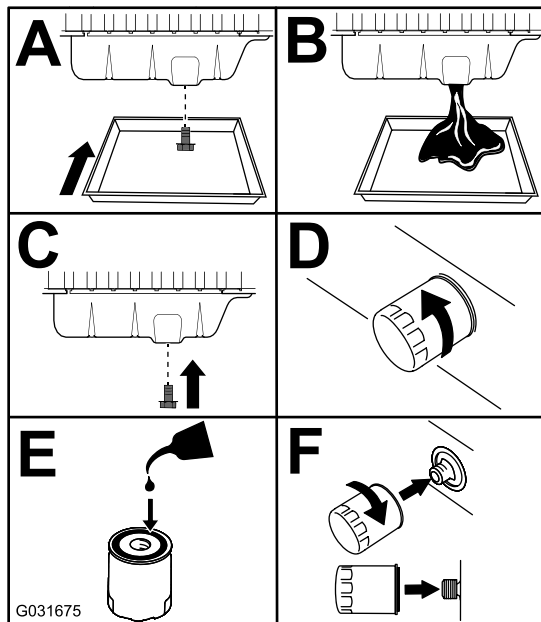

Figura 43
3. Cambie el aceite del motor y el filtro (Figura 43).